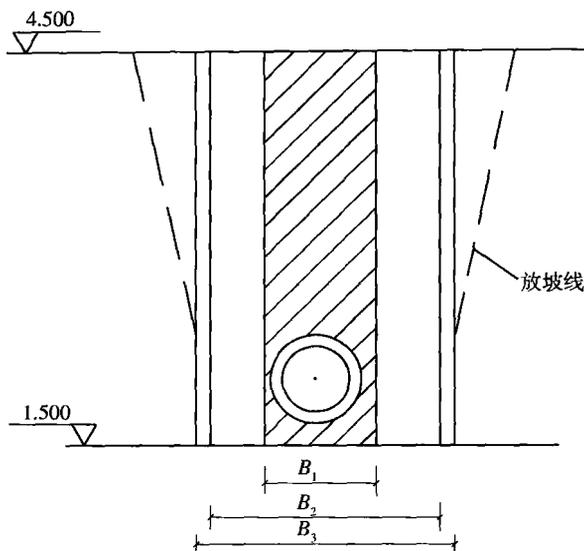

图 1-13 管沟支护(或放坡)示意图
**【例 13】** 某沟槽开挖基础,管道直径为 550mm,钢筋混凝土管基础宽度  $B_1 = 0.75\text{m}$ ,设沟槽长度  $l = 80\text{m}$ ,地面标高  $H = 4.5\text{m}$ ,管底标高  $h = 1.5\text{m}$ ,如图 1-13 所示,试计算其工程量。
**【解】** (1) 清单工程量: